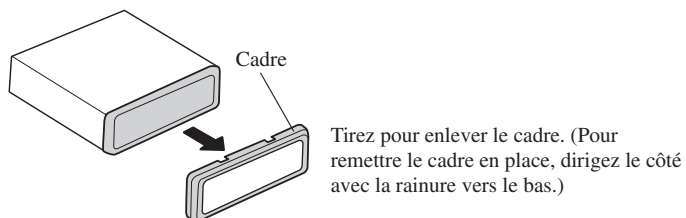

Fig. 11
1. Déposez le cadre. (Fig. 11)